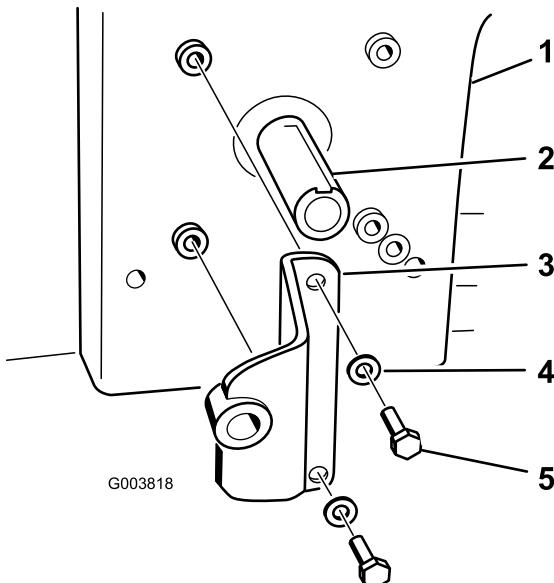

Figura 18
4. Montate la staffa della pompa sul motore con 2 bulloni (5/16 x 3/4 poll.) e 2 rondelle (3/8 poll.). Fate riferimento alla Figura 18 per conoscere la posizione corretta in cui montare la staffa della pompa.